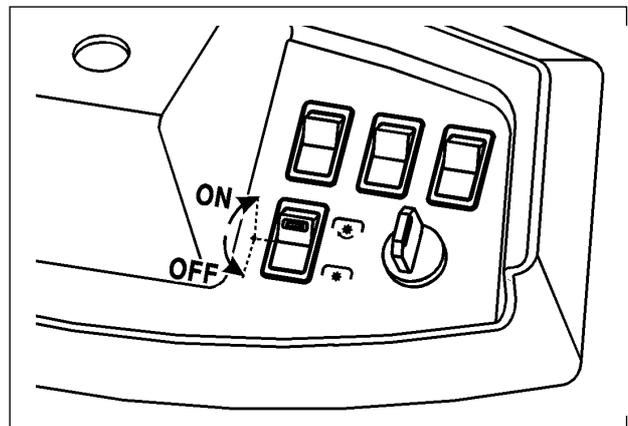

Abb. 16
Versichern Sie sich, daß der Schalter für das Mähwerk in «AUS»-Stellung ist, bevor Sie den Motor starten (Abb. 16)
2. Wenn Sie auf dem Rasen angekommen sind, schalten Sie das Mähwerk mit dem Zugschalter ein (Abb. 16).